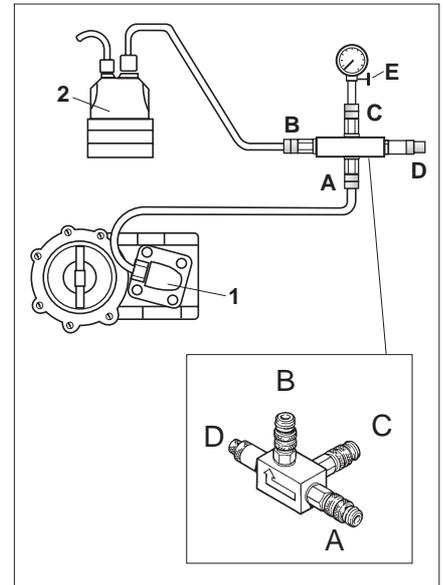

Abb. 3
- Der 3-Wege-Adapter muß zwischen Mengenteiler und Warmlaufregler angeschlossen werden, Abb. 3